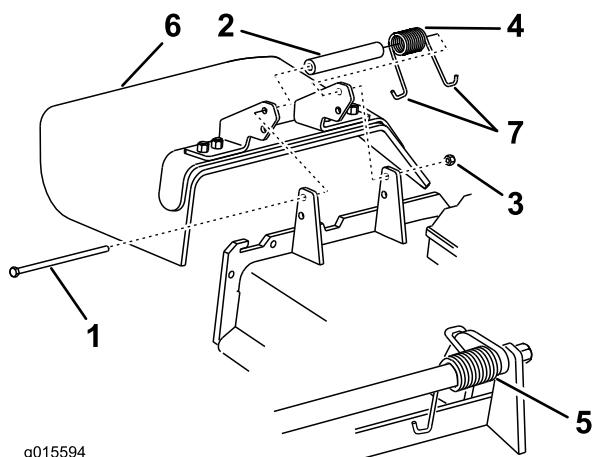

Figure 92
1. Retirez le contre-écrou, le boulon, le ressort et l'entretoise qui fixent le déflecteur aux supports de pivot (Figure 92). Enlevez le déflecteur s'il est endommagé ou usé.
Remarque: Prenez soin de placer une extrémité en J du ressort derrière le bord du tablier avant de mettre le boulon en place, comme illustré à la Figure 92.
3. Remettez le boulon et l'écrou. Accrochez une extrémité en J du ressort au déflecteur d'herbe (Figure 92).